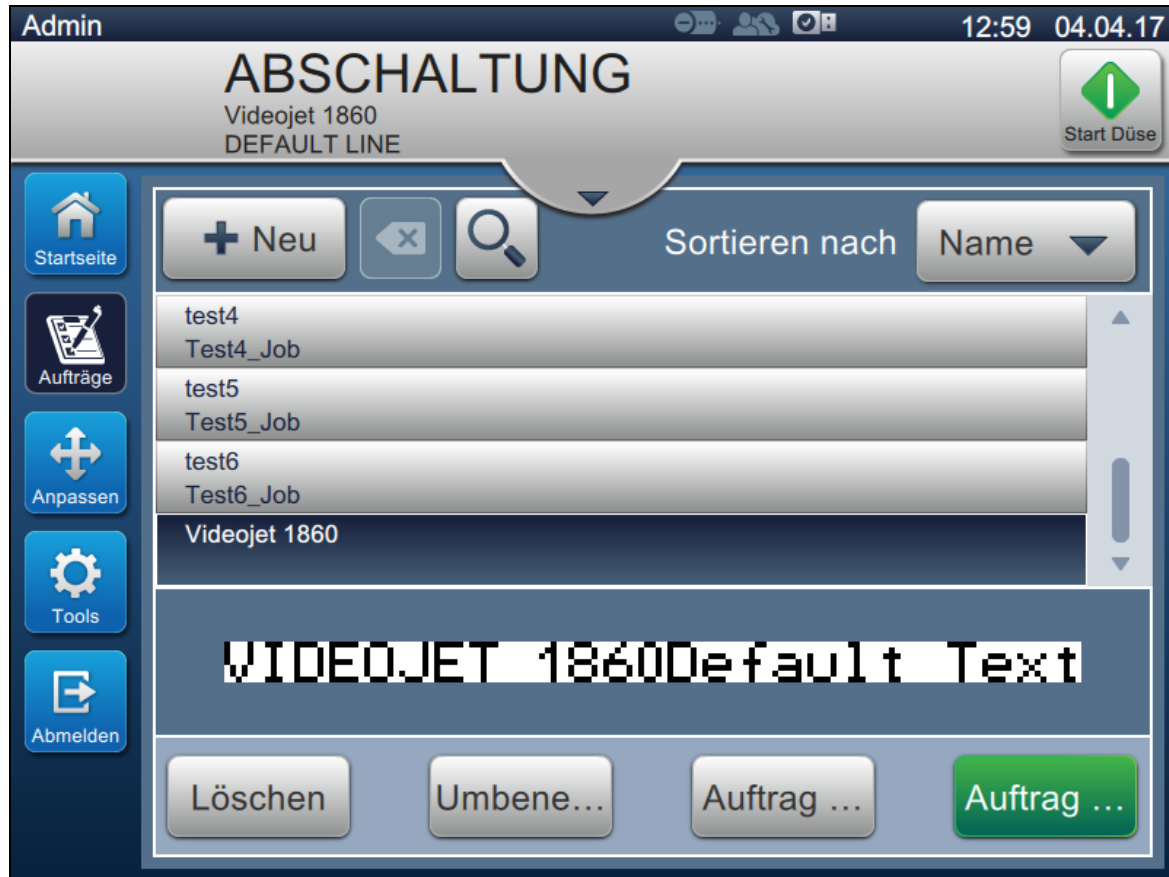

Abbildung 5-1: Bildschirm „Auftragsliste“
1. Berühren Sie die  Schaltfläche, um den Bildschirm „Auftragsliste“ anzuzeigen (siehe Abbildung 5-1).